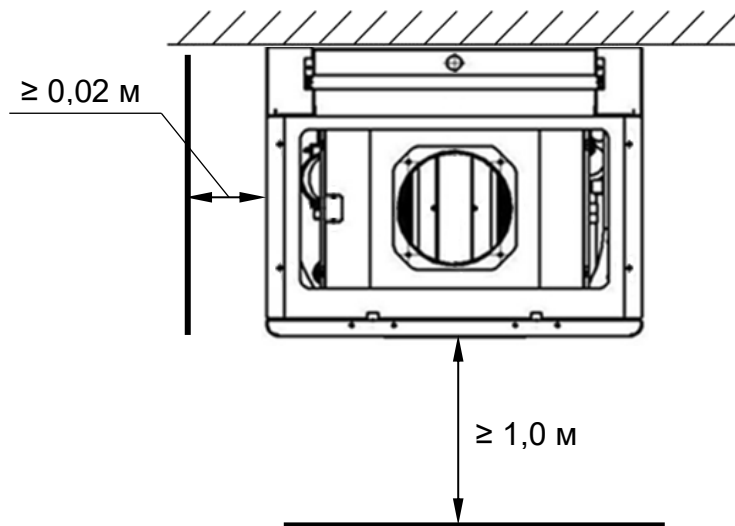

Рис. 6
- Перед фронтом котла **должна быть** зона обслуживания не менее 1,0 м. (См. Рис. 6)
- Расстояние от котла до боковой стены из негорючих материалов **должно быть** не менее 2 см. (См. Рис. 6).